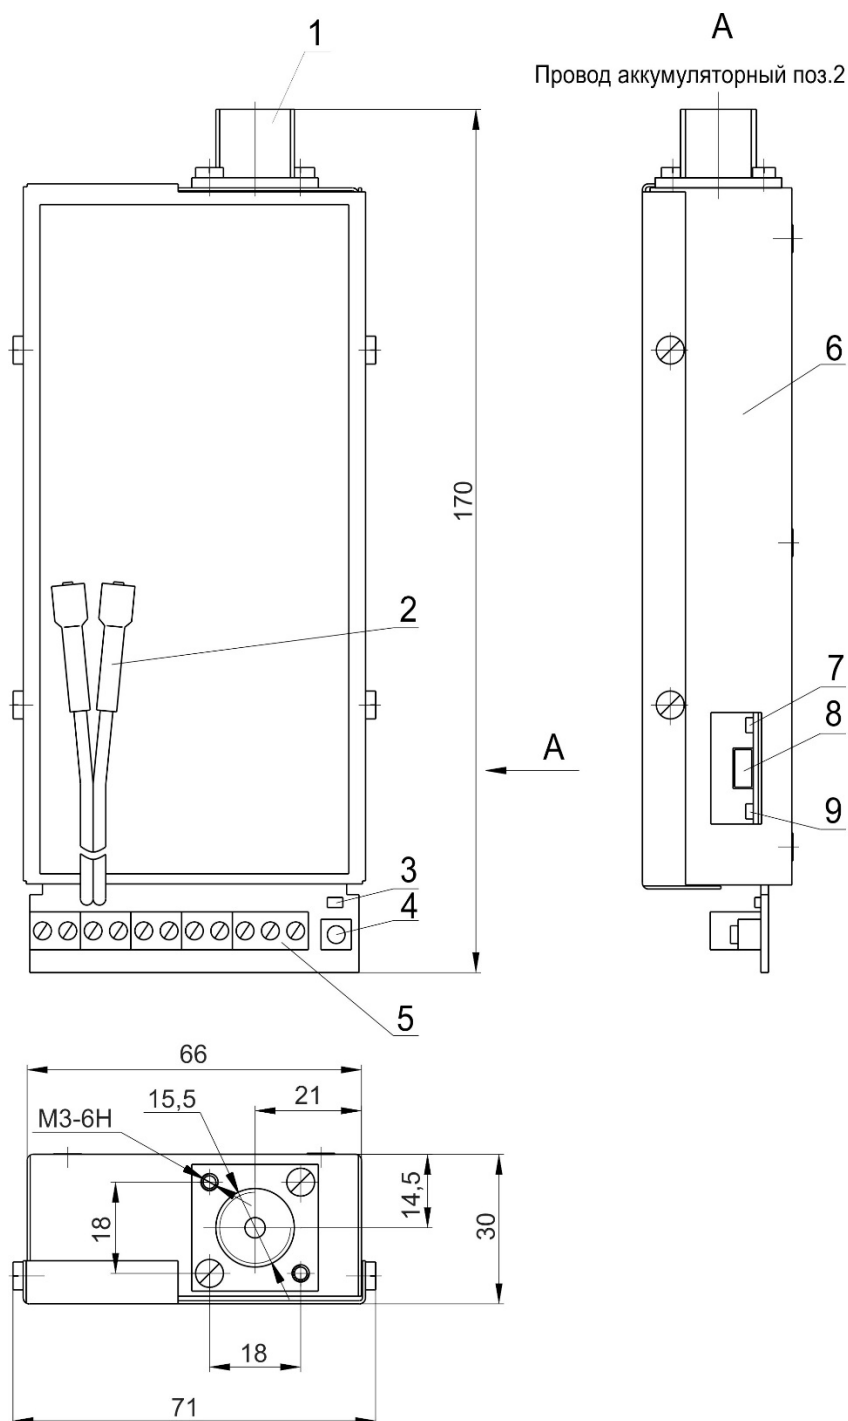

Рисунок 1 – Габаритные размеры передатчика и расположение элементов
1.4.1.1 Конструктивно передатчик выполнен в металлическом прямоугольном корпусе (см. рисунок 1), который состоит из двух частей - кожуха и крышки, соединенных между собой четырьмя винтами. Крепление передатчика предусматривается на вертикальной поверхности, антенным разъемом вверх или вбок. Работоспособность передатчика обеспечивается в любом положении.